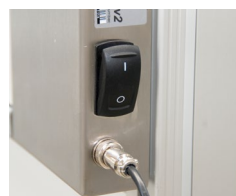

Abb. 3.1-38
Schritt 29 Nach der Verschraubung der Rahmenteile stellen Sie die Betriebsbereitschaft des Gerätes wie folgt her: Stecken Sie den 24 Volt Stecker des mitgelieferten Netzteils **C3** in die 24 Volt Buchse der twall®. Verbinden Sie das Netzkabel **C1** mit einer Steckdose und schalten Sie die twall® ein (**Abb. 3.1-38**).